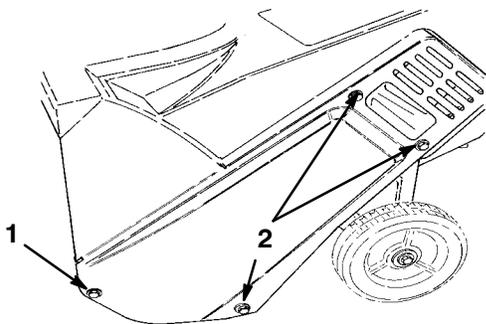

Figure 15
- Enlevez les trois vis autotaraudeuses, une vis d'assemblage, une rondelle et un écrou qui fixent le côté gauche du carter au châssis de la déneigeuse (Fig. 15).